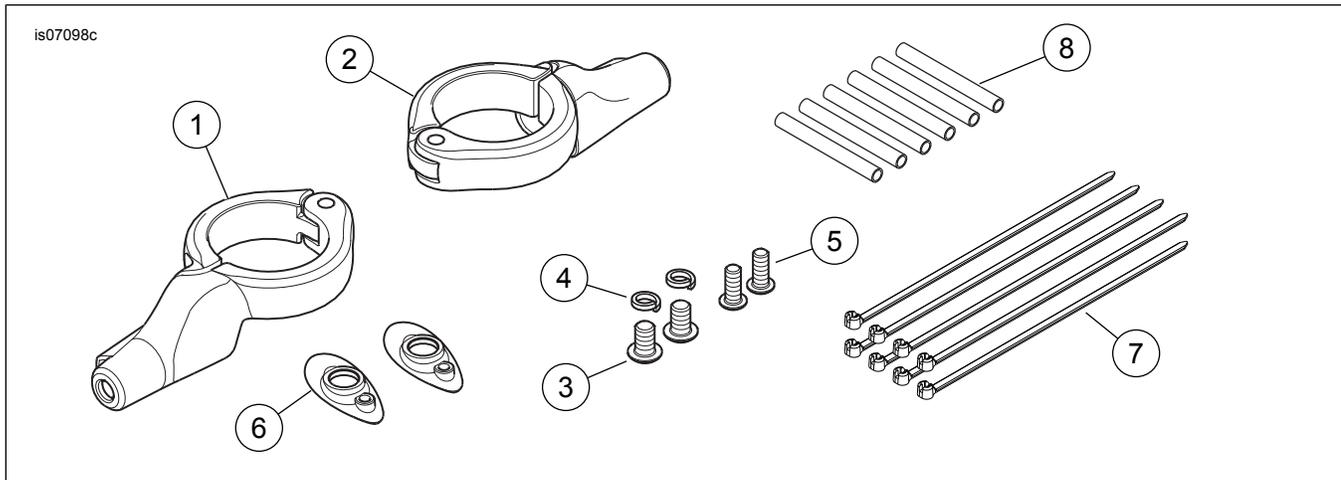

Figure 3. Pièces de rechange : Kit de repositionnement de feu de direction avant
Voir Figure 3 et Tableau 1
8. Voir Figure 3. Glisser la longue section de 51 mm (2.0 in) du tube thermorétractable encapsulé (double paroi) (8) par-dessus le conduit et les fils, à côté du boîtier de feu de direction.